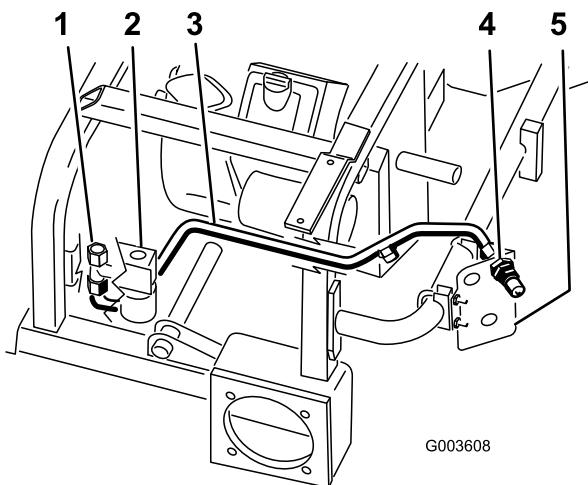

Figura 14
1. Posizionate il tubo idraulico numero 1 sulla macchina come illustrato in Figura 14.
2. Collegate il tubo idraulico numero 1 al raccordo a T montato sul lato della valvola (Figura 14).
3. Collegate il tubo idraulico numero 1 all'accoppiatore maschio superiore (Figura 14).